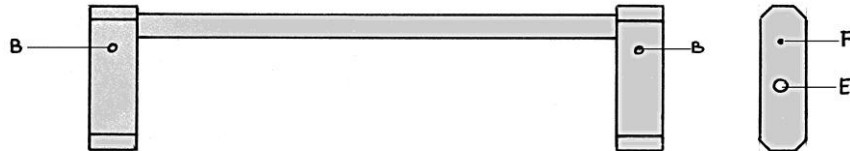

Fig. 5
- Infilare i cordini uno per parte nei fori **B** del ponte reggimaglie (fig. 5)
- Inserire l'asta nei due fori E (fig. 5).
- Infilare l'ago nel foro F del montante di sinistra (fig. 5)